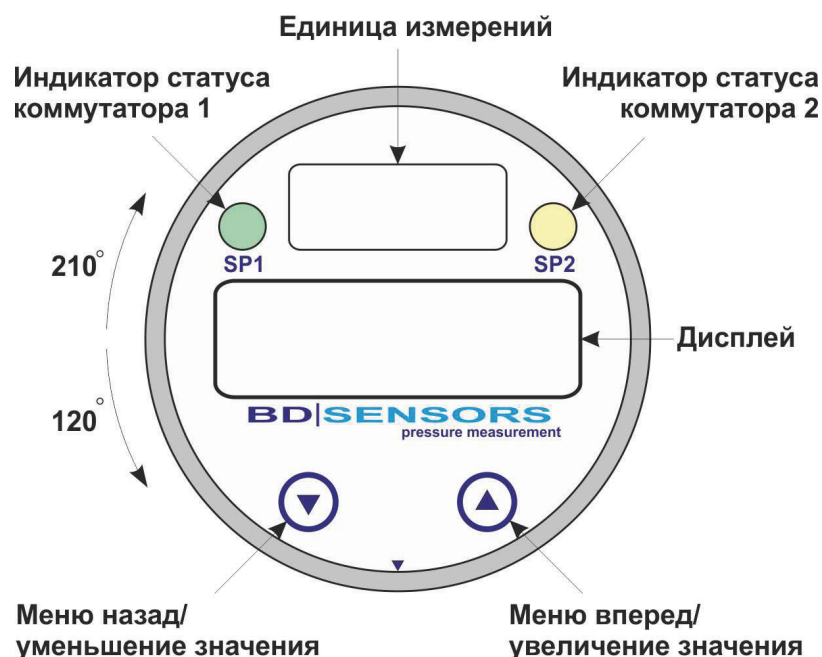

Рисунок 3.1 – Внешний вид панели индикации и управления прибора
3.2 Конструкция прибора предоставляет возможность вращать индикатор в одной плоскости на  $330^\circ$ , что позволяет подобрать необходимое положение для комфортного снятия показаний (рисунок 3.1).